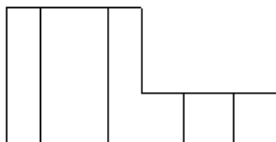

图 4.9.24 平移复制直线 5
④ 在系统 **输入复制数[退出]** 的提示下，输入数量 1，单击 **✓** 按钮。如图 4.9.24 所示。
(4) 平移复制 4。
① 在功能选项卡区域的 **草绘** 选项卡中选择 **编辑** → **平移并复制** 命令。
② 选中直线 5 为平移对象，单击中键，系统弹出 **GET VECTOR (得到矢量)** 菜单。
③ 选择 **Horiz (水平)** 命令，系统提示 **输入值[退出]**，在其后文本框中输入平移值 -27.5，单
④ 在系统输入复制数[退出]: 的提示下, 输入数量 1, 单击 按钮, 完成后图形如图 4.9.24 所示。